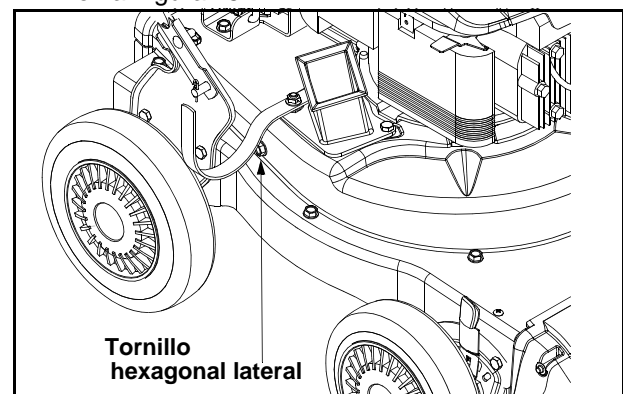

Figura 15
- En el lado derecho de la máquina, quitar el tornillo hexagonal que sujeta la rejilla de flagelos. Ver la Figura 15.